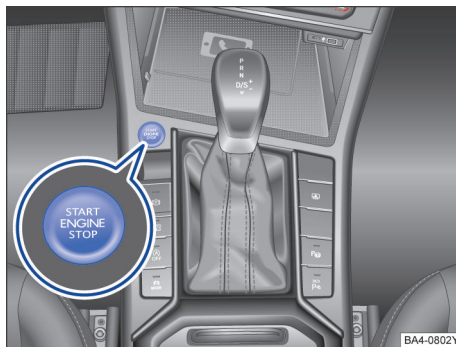

图 112 无钥匙系统 Kessy：中控台下部分中的启动按钮
- 按压启动按钮 →  图 112。为了启动发动机，车内必须有一把有效的车辆钥匙。并且需要踩住刹车踏板。当发动机启动时，松开启动按钮。
- 短促按压启动按钮 →  图 112。如果无法停下发动机，则应执行应急关闭 → 第 117 页。